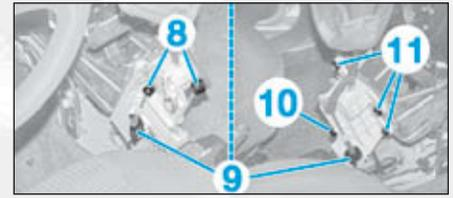

FIG.18
- Désaccoupler les rotules (8) (Fig.18).
- Dégrafer les arrêts de gaines (9).